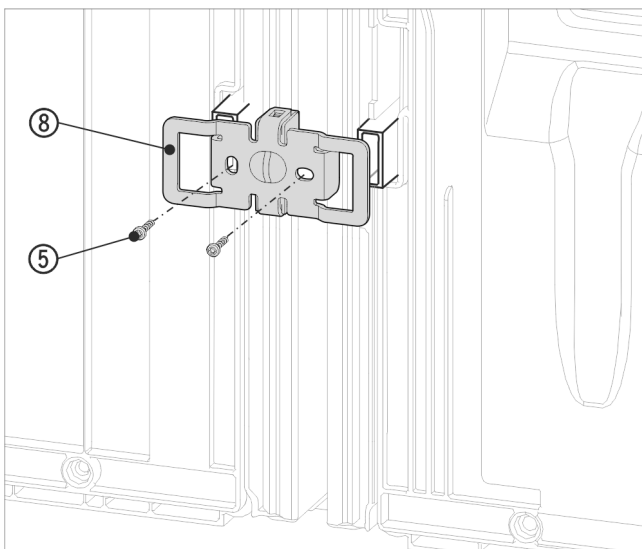

Fig. 19 Representación a modo de ejemplo
- ▶ Vuelva a deslizar la escuadra Fig. 19 (8) introduciendo las entalladuras en el alojamiento de los distanciadores de pared.
- ▶ Atorníllela firmemente con los 2 tornillos Fig. 19 (5).